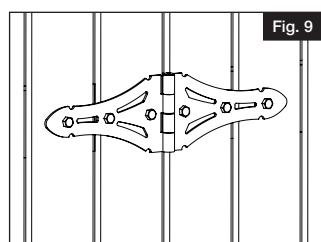

Fig. 9
- e. Apriete los tornillos suministrados en el poste (Fig. 9).